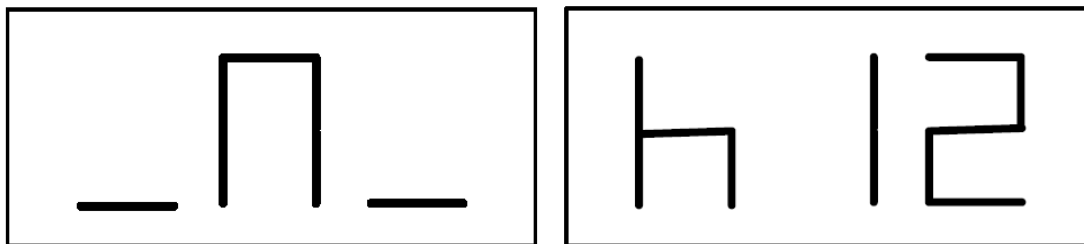
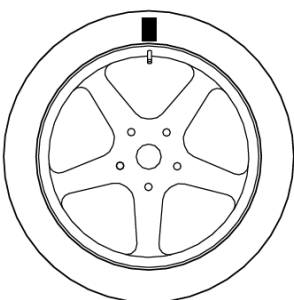

Bild F5.3
Bild F5.4 – den Reifen markieren
2. Wenn die statische Unwucht weniger als 12g beträgt, zeigt die Maschine die Meldung, wie in Bild 5.2 und wird automatisch das Optimierungsprogramm verlassen. Für statische Unwuchten höher als 12g wird die Nachricht, wie in Bild F5.3 angezeigt.
3. Wie in Bild F5.3 abzulesen, ist das Ventil in die 12 Uhr Stellung zu bringen. Markieren Sie den Reifen am Ventil, wie in Bild F5.4.